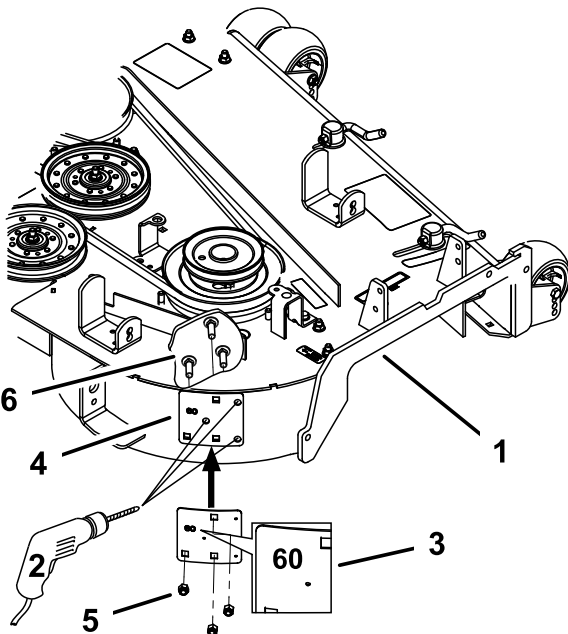

图 13
1. 利用剪草机刀盘上现有的孔用先前卸下的托架螺栓和螺母将其上标有数字 60 的金属模板安装到剪草机刀盘图 13。
2. 用模板中的 3 个孔对新剪草机刀盘孔位置进行中心冲钻图 13。
3. 取下金属模板用锋利的钻头钻 3 个定位孔直径 3.2mm 图 13。
4. 用锋利的钻头在定位孔内钻 3 个孔直径 10.3mm 图 13。